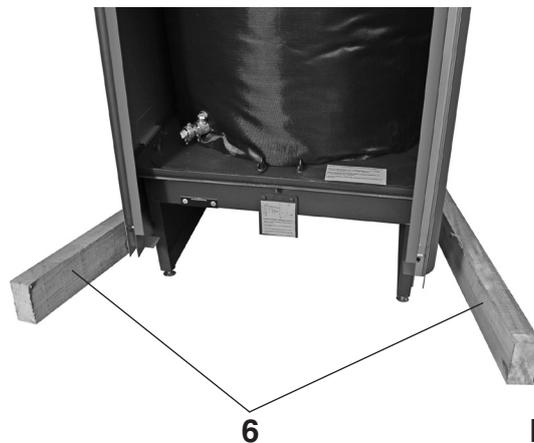

Fig. 4
5. Spostare verso l'esterno le travi laterali (6, fig. 4) nella parte anteriore e scaricare la caldaia.